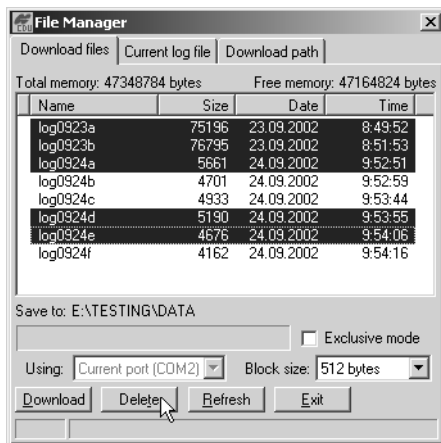

Figura 4-10. Eliminar Archivos
- En la pestaña *Download files*, seleccione el(los) archivos que desea eliminar (Figura 4-10).
- Haga clic en **Delete** (Figura 4-10).